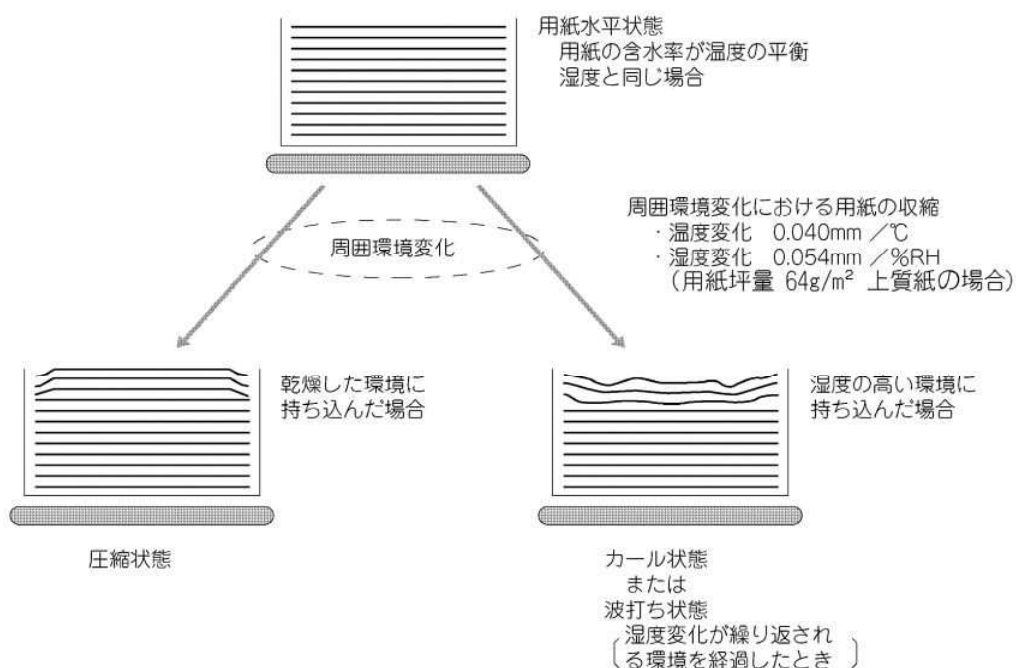

図 3-12 水分量変化による用紙のカール
- b) 常温常湿環境から低温低湿環境に用紙を搬入した場合には、乾燥して用紙が上向きにカールする場合があります。（図 3-12 参照）